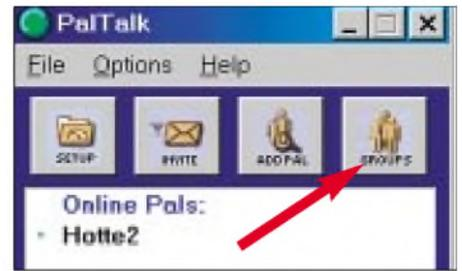

Bild 2: Im Eröffnungsfenster führt der markierte Button zu den einzelnen Themengruppen.
kabel mit kräftiger Schirmung, bei dem alle Adern mit dem Schirm zusammengelötet sind. Mit zwei Drehkondensatoren habe ich jeweils für die Frequenzen 3525 kHz (CW) und für 3775 kHz (SSB) das SWR-Minimum bestimmt. Für den Kondensator C_s ergaben sich 120pF bzw. 90pF. C_a konnte bei meiner Antenne entfallen (Bild 2).